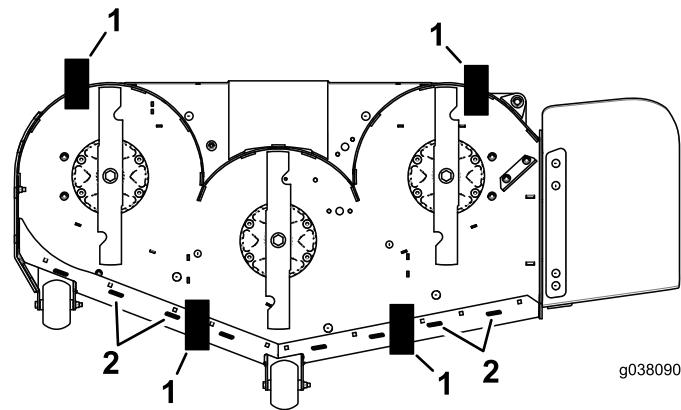

図 77
10. 刈り込みデッキのスカートの後ろのエッジ部の下にブロックを2個「ブロックの高さと傾斜」を参照、また、左右それぞれに1個セットする図77。